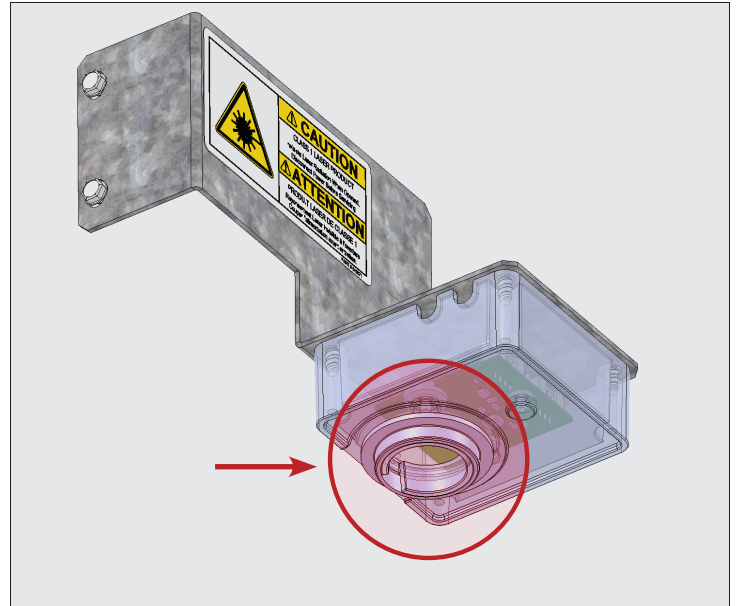

Fig. 2 Ubicazione della lente del sensore per il livello del ghiaccio.
4. Tirare fuori il blocco e ribaltarlo per mostrare la lente. Si veda la Fig. 2